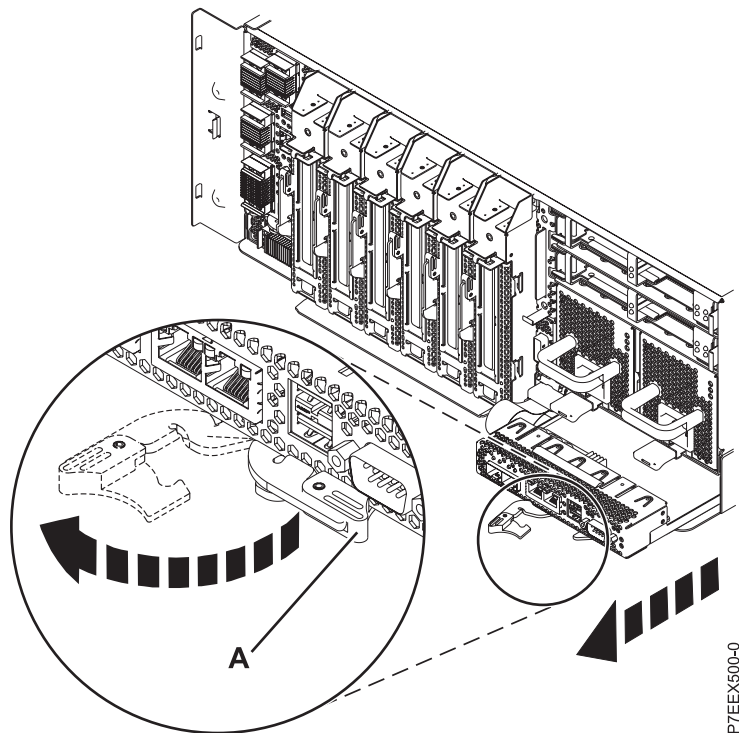

Abbildung 1. Integrierte Karte mit umfassender Funktion ausbauen - System 8248-L4T, 8408-E8D oder 9109-RMD
5. Lokalisieren Sie die integrierte Karte mit umfassender Funktion, die Sie ausbauen möchten, wie in Abb. 1 auf Seite 5 dargestellt.